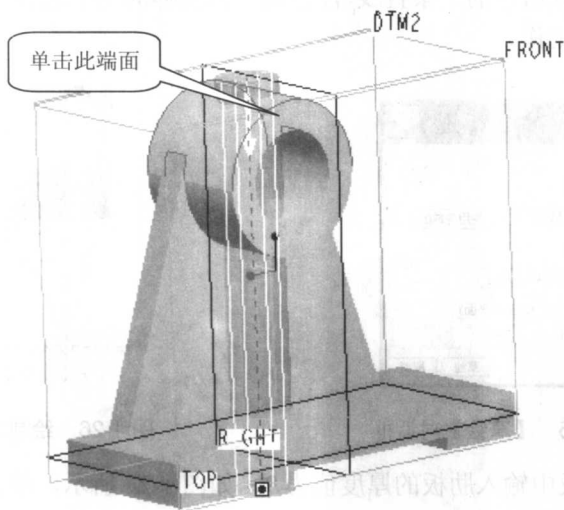

图 1-22 选取轴承孔的上端面
(6) 在绘图区单击轴承孔的上端面作为参照, 如图 1-22 所示。单击  按钮完成拉伸特征。